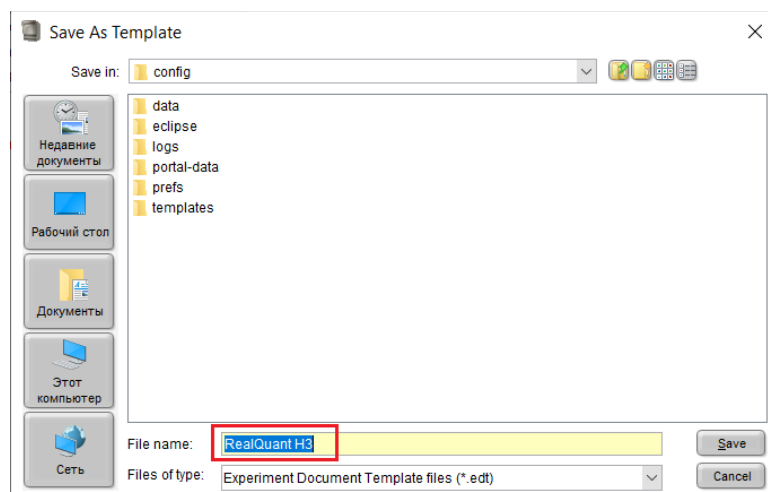

Рисунок 28
22. В появившемся окне выбрать папку «config», а в ней – папку «templates». Сохранить шаблон под названием «RealQuant H3 AB» (рисунок 28). Созданный шаблон далее используется при проведении анализа с помощью набора «RealQuant H3».